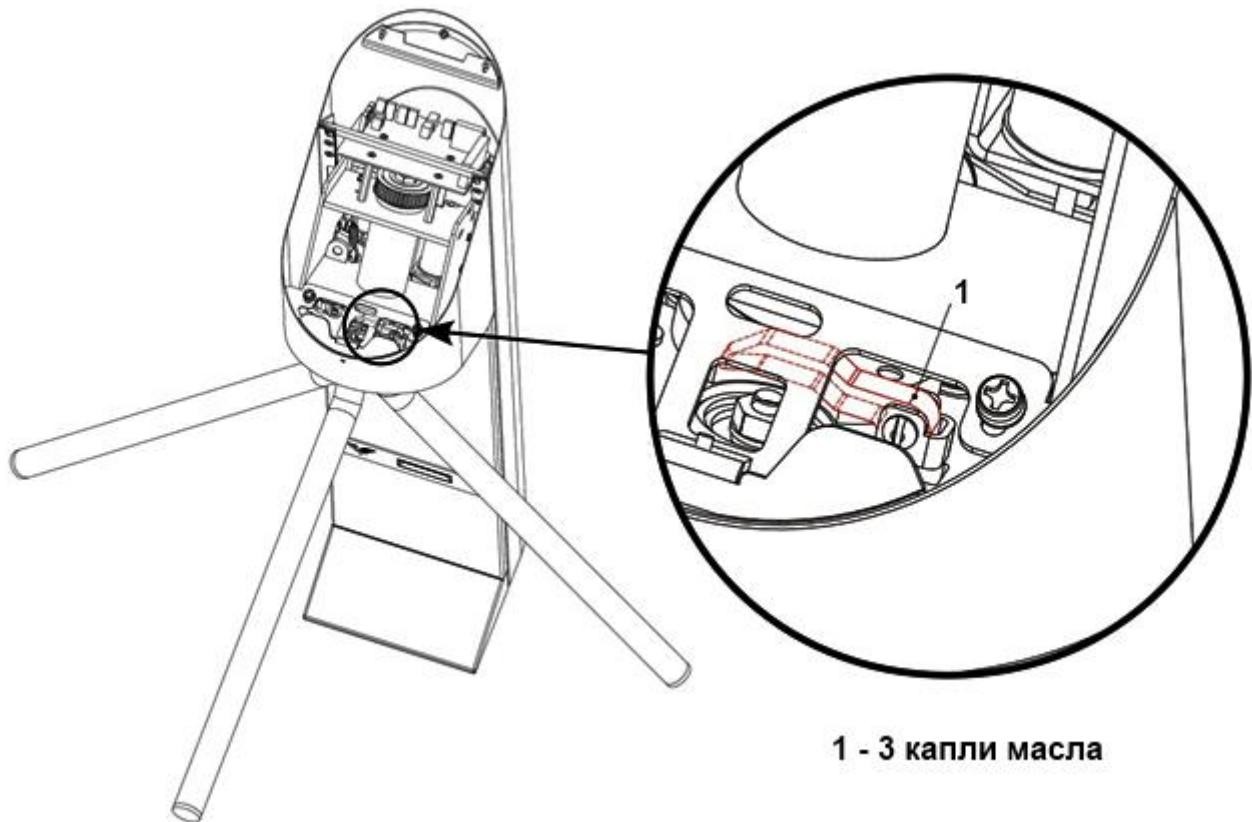

Рисунок 25 – Ось вращения кулачка разблокировки планок (центральная стойка турнкета)
3.7.4 Рисунок 25 – смазать ось вращения кулачка разблокировки планок.